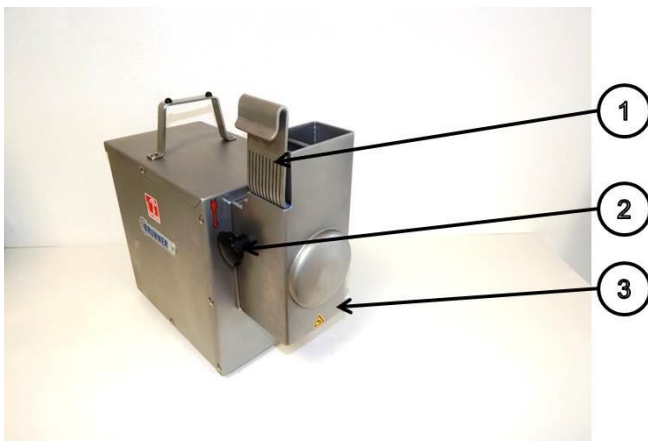

Abbildung 5: Schnetzlergehäuse entfernen
Falls eine Messerwalze eingebaut ist, muss der Einleitkamm (1) in Abbildung 5 entfernt werden. Anschliessend können die 2 Sterngriffschrauben (2) gelöst werden, so dass das Schnetzlergehäuse (3) entfernt werden kann!